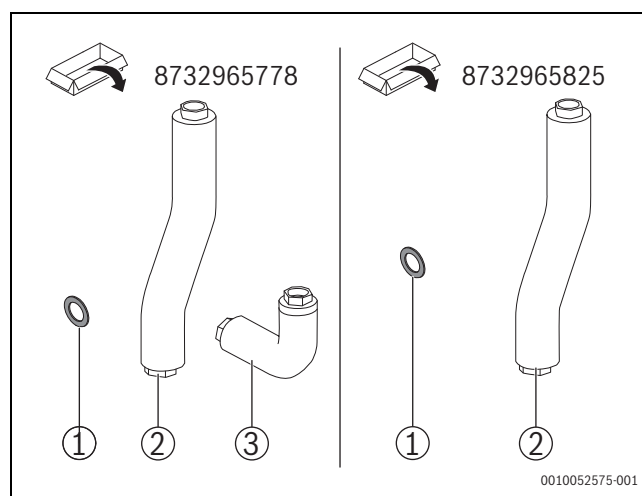

Fig. 3 Assemblages de la tuyauterie en option
- Assemblage de la tuyauterie pour le raccordement des sets du circuit de chauffage (→ fig. 3, [1 - 3]).